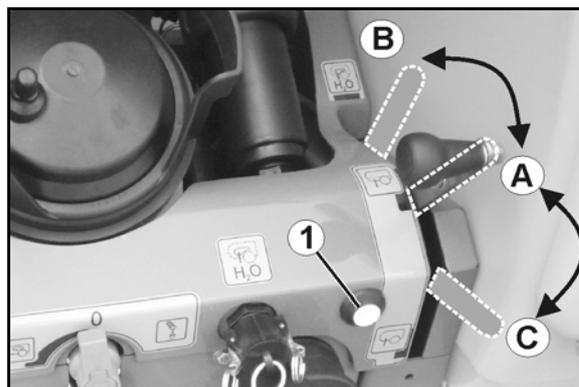

Рис. 86
- переключение с режима опрыскивания (Рис. 86/А) на режим промывки (Рис. 86/В)
Переключение из положения заполнения (Рис. 86/С) в положение опрыскивания (Рис. 86/А) посредством терминала управления или на панели управления (Рис. 86/1).